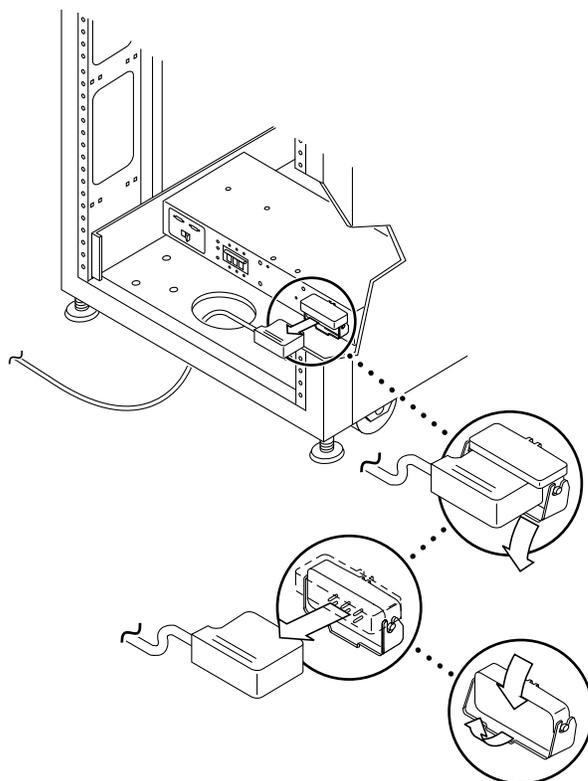

図 6-9 AC 電源コードの取り外し
1. AC 電源コードを電源シーケンサの電源コネクタから外します (図 6-9)。
1. 電源コネクタのカバーを引き下げます (図 6-9)。